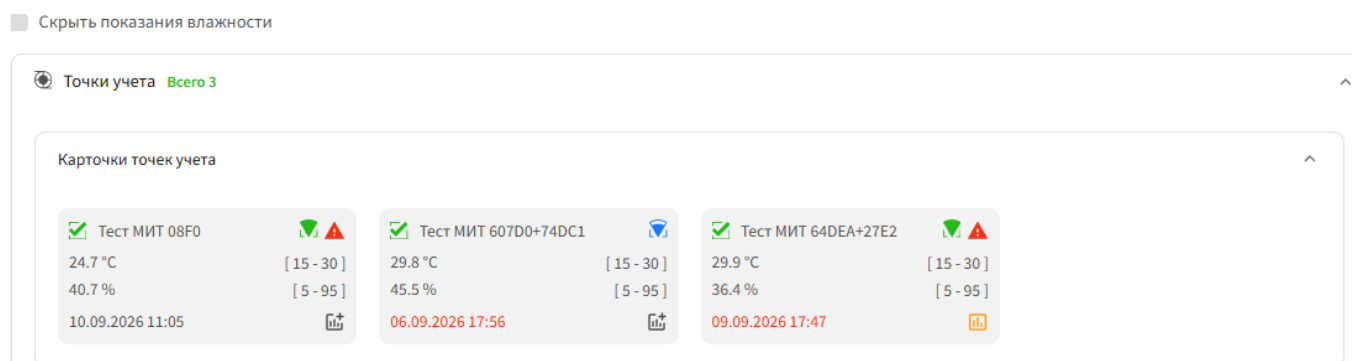

Рисунок 38 – Карточки точек учета
После создания точек учета в пункте «Ситуационный центр» появятся блоки с интерактивными виджетами, содержащими следующие сведения (Рисунок 38):
– *карточки точек учета* (Рисунок 38) с указанием состояния датчика (Таблица 2), измеренных значений ТВР и пороговых значений, уровня сигнала (Таблица 3), даты и времени последнего сеанса (выделение цветом зависит от таймаута (Таблица 4)). По клику на карточку пользователь попадает на страницу с детализированной информацией о точке учета (подробнее описано в п. 4.4.7).